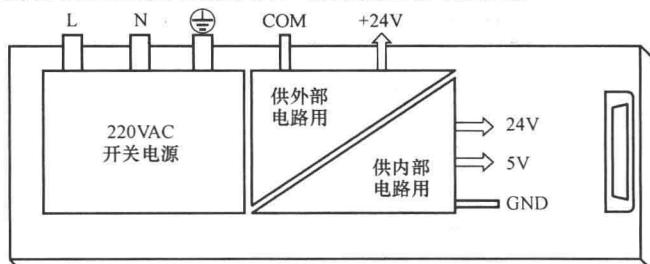

图 1-7 PLC 的电源
(4) 电源。PLC 的电源一般采用交流 220V 市电，电源部件将交流电转换为供 PLC 工作所需的低压直流电源 24V/5V/GND 电源，以及供外部 X 端口状态检测、外部传感器工作用的 24V/COM 电源，如图 1-7 所示，其中两个直流电源的 GND 和 COM 互为隔离，提高抗干扰性能。而 220VAC 与低压直流部分满足加强绝缘标准，确保使用者的安全。